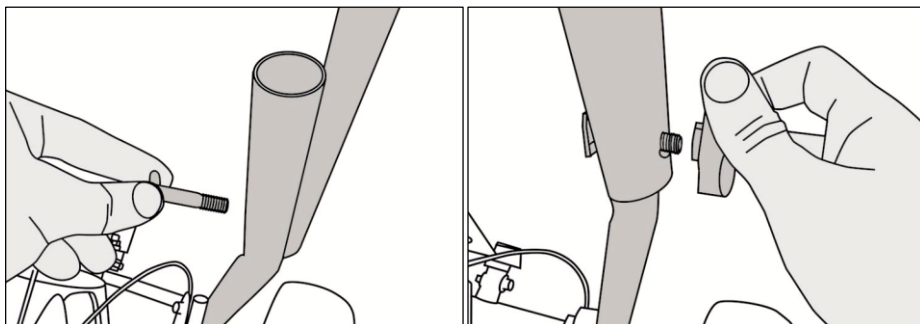

Рис. 6
3. Закрепите рукоятку управления при помощи болтов и барашковых гаек (рис.6).